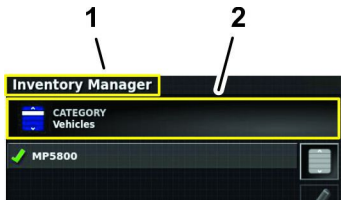

图 88
- 5. 如果“类别”图标上未显示类别作业请按“类别”图标图 88。